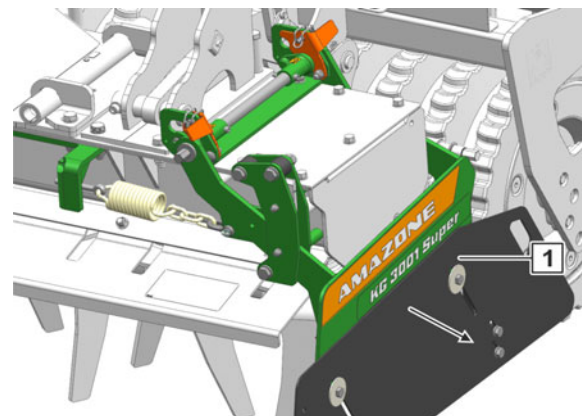

Рис. 145
- Боковой щиток (Рис. 145/1) установлен во внешнем положении.